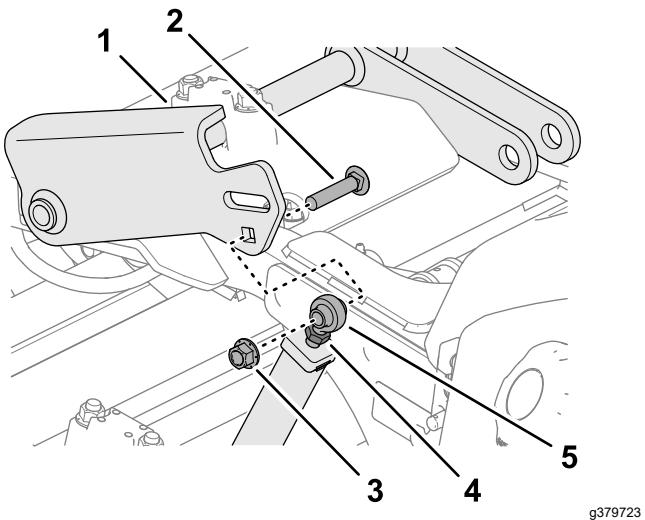

Figura 52
- Afloje la contratuerca que sujeta la rótula al acoplamiento de elevación (Figura 52).